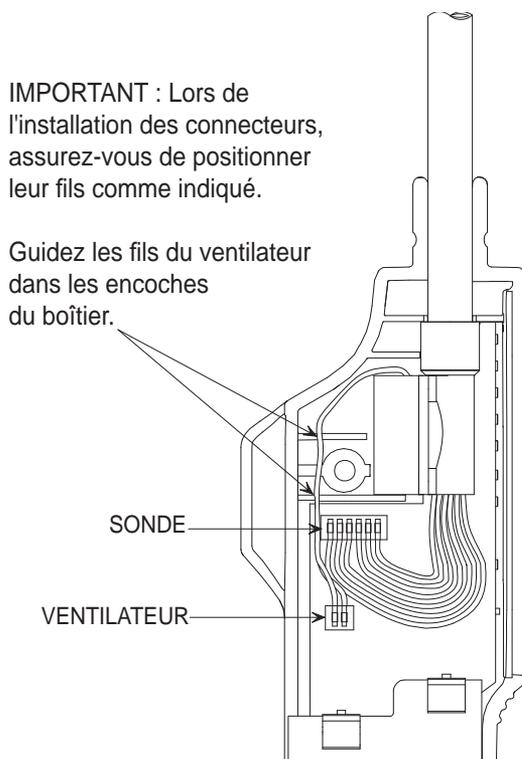

Figure 8. Emplacement des connecteurs sur le circuit imprimé
7. Branchez les connecteurs de la sonde et du ventilateur à leur emplacement respectif sur le circuit imprimé comme décrit à la figure 8.
8. Mettez l'assemblage de la sonde entre les deux demi-boîtiers, guidant les fils du ventilateur dans les encoches du boîtier comme décrit à la figure 8. Enfin, réassemblez le boîtier, poussez le collier de retenue avant, vissez l'embout de la sonde et réinstallez les piles.
L'appareil ne s'allume pas.	<ul style="list-style-type: none"> a. Piles défectueuses ou installées à l'envers. Installez quatre piles alcalines « AA » neuves selon le chapitre Installation des batteries. b. Capteur de fluide frigorigène défectueux. Retirez le capteur de fluide frigorigène et allumez le détecteur. Si le détecteur s'allume et indique, après le préchauffage, un capteur défectueux (voir indication de défaillance capteur ci-dessous), remplacez le capteur selon le chapitre Remplacement de capteur. c. Connecteur sur le circuit imprimé desserré. Démontez le détecteur et assurez-vous que tous les connecteurs sont solidement fixés sur le circuit imprimé. Voir figure 8.
Indication de gaz erratique.	<p>a. Défaillance du capteur. Remplacez le capteur selon le chapitre Remplacement de capteur.</p> <p>b. Capteur desserré. Dévissez l'embout de la sonde et assurez-vous que le capteur est solidement maintenu dans son support.</p> <p>c. Connecteur sur le circuit imprimé desserré. Démontez le détecteur et assurez-vous que tous les connecteurs sont solidement fixés sur le circuit imprimé. Voir figure 8.</p>